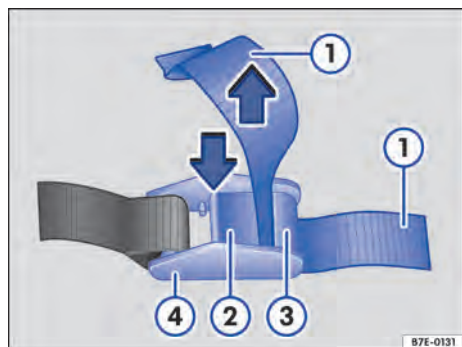

Fig. 140 Apertar o cinto de retenção.
1. Verificar antes de apertar: a alavanca → Fig. 140 (2) não deve ficar posicionada por cima da carga, de outras bordas ou objetos salientes.
2. Pressionar a alavanca → Fig. 140 (2) da peça de retenção (4) e manter pressionada.
3. Passar o cinto de retenção → Fig. 140 (1) de trás para a frente entre a alavanca (2) e a protuberância (3).
4. Apertar o cinto de retenção → Fig. 140 (1) e soltar a alavanca (2).